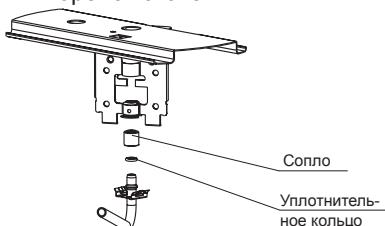

рис. 16
#### 22.1. Проведение замены сопла при ремонте, а также при переводе на другой тип газа (рис.16, 17, 18)
**6. Снять установленные сопла, для этого отверткой необходимо отсоединить металлическую защелку от отбортовки гнезда держателей сопла и вывести газоподводящую трубку вместе с соплом из гнезда, затем снять сопло с трубки газа (рис.16). Резиновые уплотнительные кольца рекомендуется оставить на трубках.**